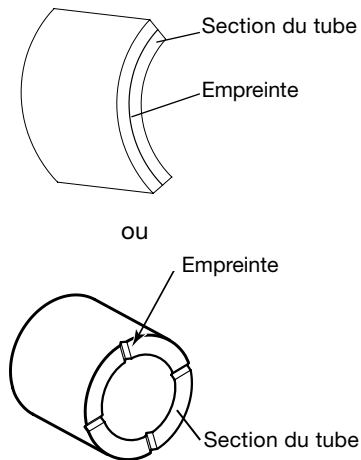

Figure 5 : Empreinte sur la section du tube
11. Vérifiez la présence d'une empreinte sur la section du tube (voir la figure 5). Cette empreinte indique que le tube était correctement enfoncé dans la MHSU. Si aucune empreinte n'est visible, l'assemblage pré-serti ne doit pas être utilisé.